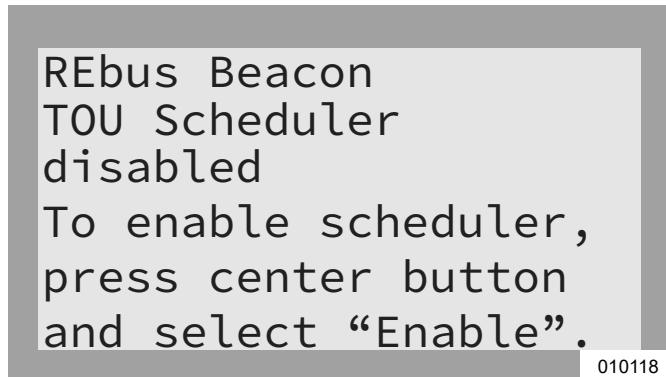

Figura 6-23. Desactivación del programador TOU (3 de 3)
4. Consulte la Figura 6-23. La línea de estado en la página de dispositivo de Beacon mostrará Disabled.